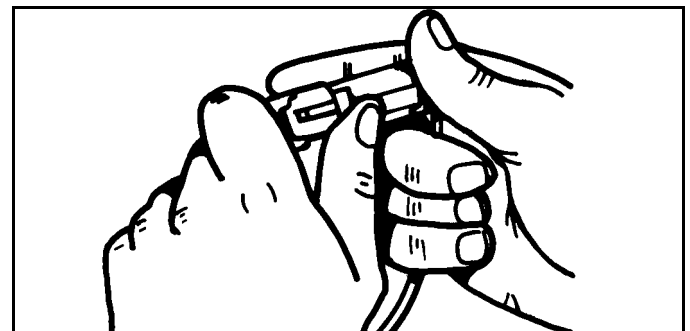

Abb. 3-12
1. Den Anschlusskörper öffnen. (Siehe Abb. 3-12)